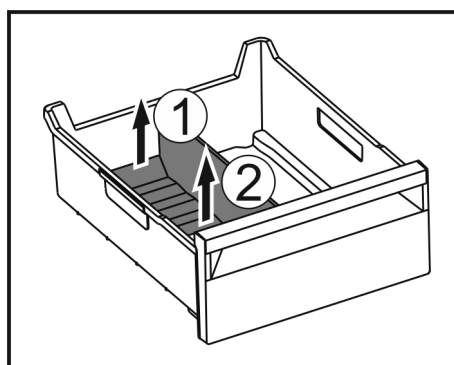

Fig. 102
- Achterste deel van de ijsvak-scheider optillen. Fig. 102 (1)
- Ijsvak-scheider er naar boven toe uittrekken. Fig. 102 (2)